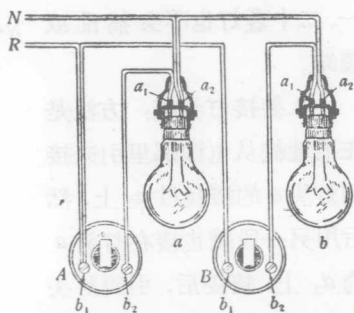

图 9. 正确接綫的第三步
3. 接通开关与灯头：方法是先丈量开关和灯头的距离截取两段电綫，然后把一段自开关 A 的接綫柱 b_2 引到灯头 a 的接綫柱 a_1 上。另一段自开关 B 的接綫柱 b_2 引到灯头 b 的接綫柱 a_1 ，均妥为旋紧（见图 9）。这样，裝接工作就全部完成了。